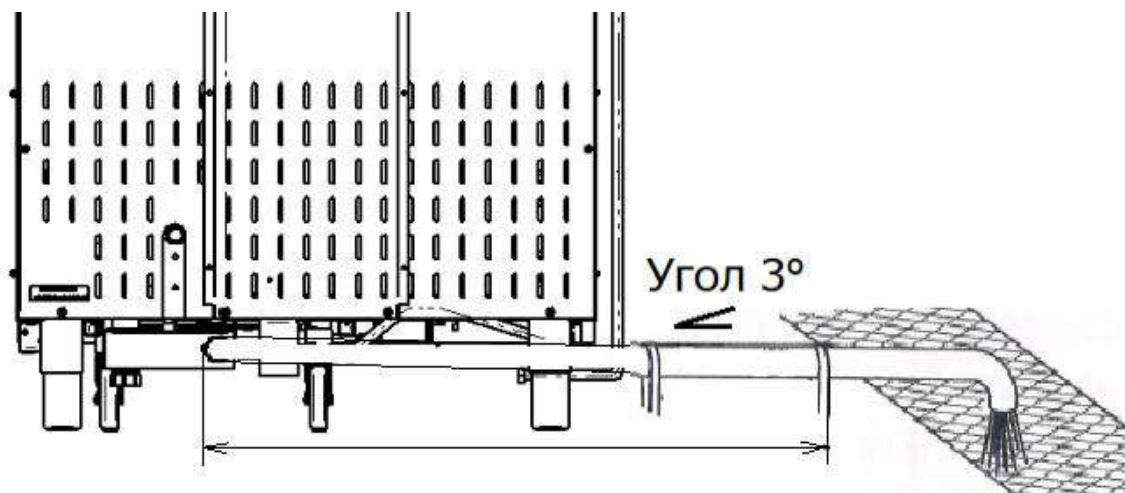

Рис. 11 Подключение пароконвектомата к канализации – слив в трап.
- канализация для подключения пароконвектомата одним из способов подключения указанными на рис. 11...13;